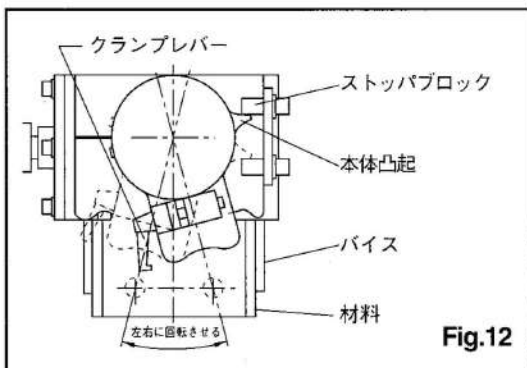

Fig.12
2) 本体を左右に回転した時は、ストップブロックを調整して穴位置を決めます。ストップブロックは本体の凸起に押付けて、締付け固定してください。(Fig.12)